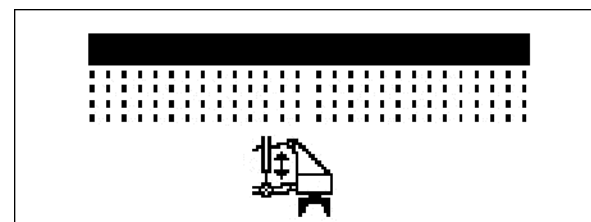

Fig. 46
1. Preselect  **KG** (Fig. 46).